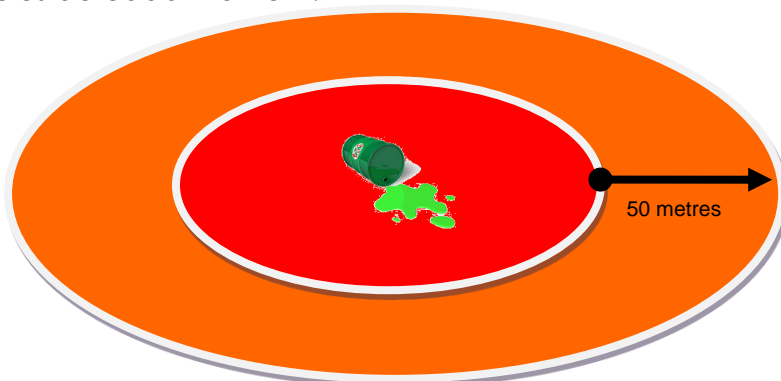

Fig 2
- **Zona tèbia :** És la zona que envolta a la zona calenta i que queda entre aquesta i la zona freda, delimitant una franja que, en principi serà de 50 m d'amplada (fig. 2), sent susceptible de les variacions que imposin les circumstàncies de cada moment.